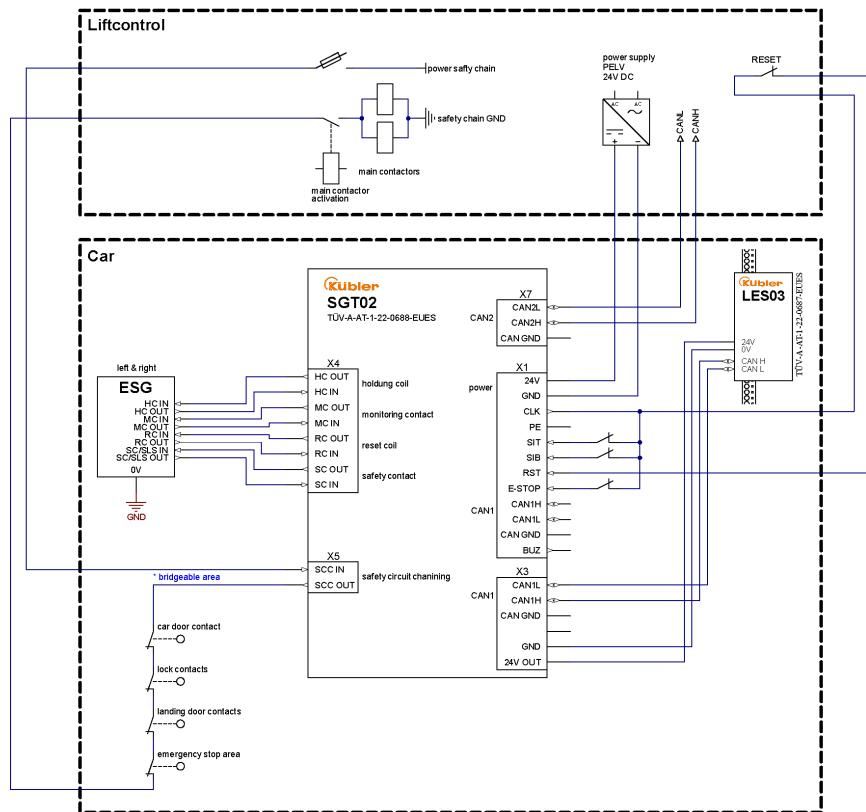

Fig. 2: Ejemplo con rearme (reset) del paracaídas electromecánico (ESG).
- Las variantes con dispositivo de rearne (8.SGT02.x1xx.xxxx) deben conectarse al conector X4 (HC, MC, RC y SC) según la Ilustración 2 [▶ 199].